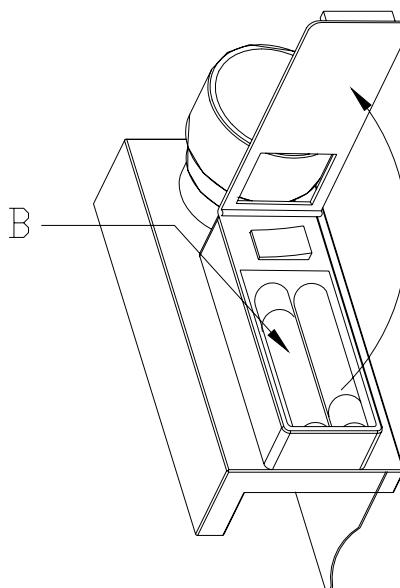

Abb. 2
- Die Klappe des Batteriefachs öffnen (**siehe Abb. 2**).